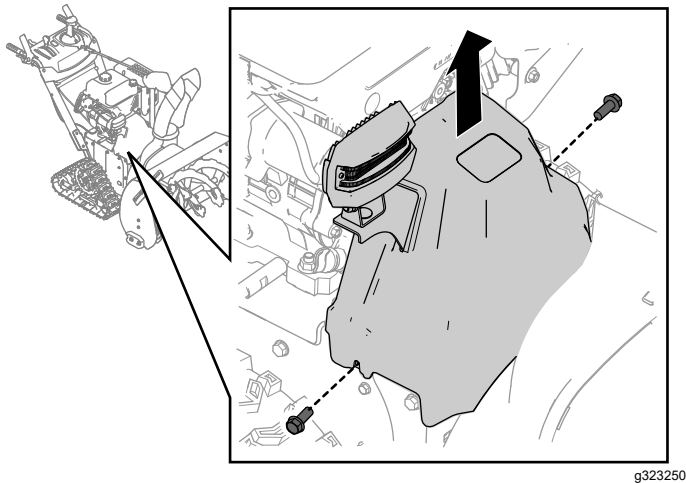

Figura 30
1. Scoateți cele 2 uruburi care fixează capacul curelei (Figura 30).
2. Îndepărtați capacul curelei (Figura 30).